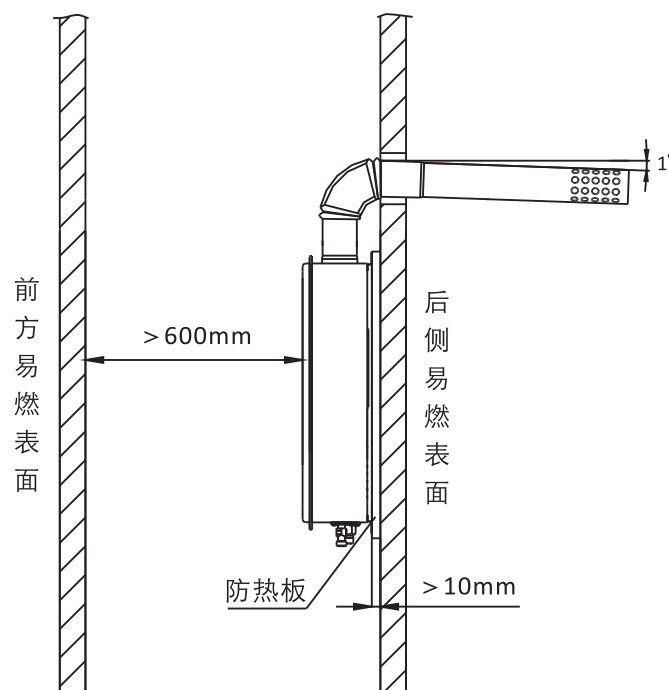

图3
- 排烟管水平段应尽可能短，且安装时应有向外不低于1度的倾斜度（如图3所示），以利于冷凝水的排出。